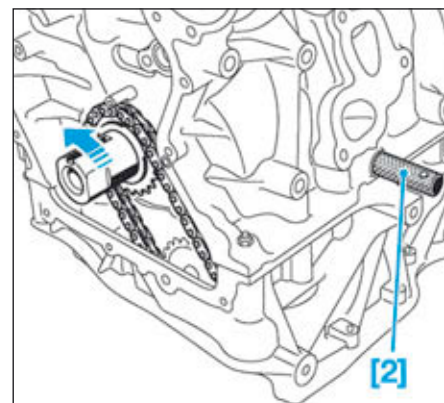

FIG.92
- En lieu et place du bouchon, serrer à la main la pige de calage point mort haut [2] (Fig.92).
- Mettre le moteur en position PMH puis insérer la pige [2] (Fig.92).